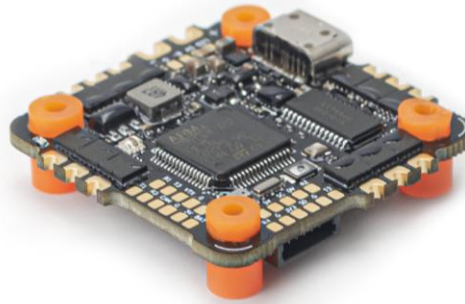

Abb.1. Pilotix F7 40A
- Digitale Videoverbindung (DJI O3/O4 Air Unit, Avatar HD, Vista/Link): eine dedizierte Stiftleiste führt VBAT, GND, RX, TX, GND und SBUS — die genaue Pad-Belegung finden Sie im Verkabelungsschema (Abb. 1).